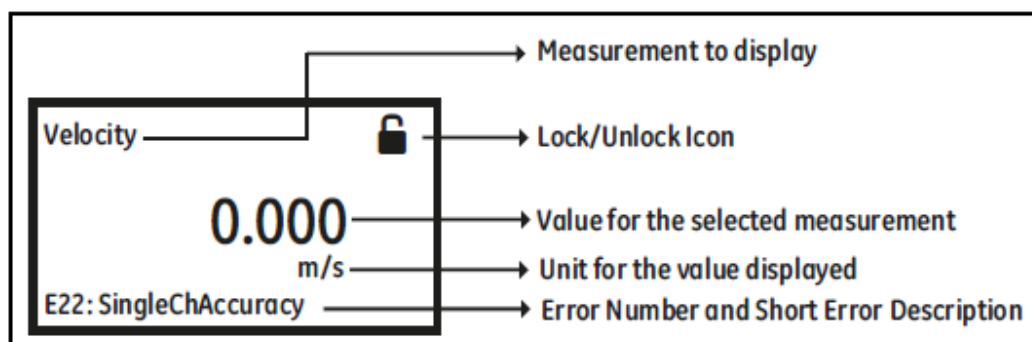

図 48:測定ビュー
電源投入後、メーターの Measurement View Measurement View (図 48 を参照してください。)にディスプレイの右上に鍵のアイコンが表示されている場合は、次の手順でメーターのキーパッドのロックアウトを解除します。
- 最後に、測定ビュー(図 48 を参照してください。)
この章では、この画面(図 48 を参照してください。)を「測定ビュー」と呼びます。オプションのリストから、このビューに表示する測定を選択できます。メーターにエラーがない場合、ディスプレイの左下にあるエラーインジケータは空白になります。